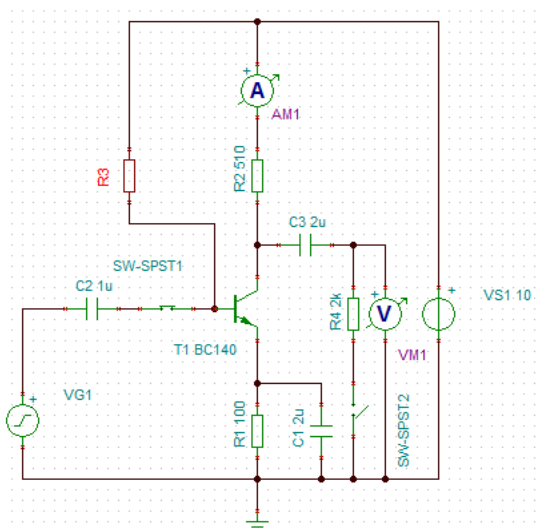

Рисунок 4.18 – Схема исследования транзисторного усилителя в режиме малого сигнала
11. Необходимо собрать схему (рисунок 4.18). Подключить источник переменного сигнала, замкнув ключ 1. Установить параметры генератора напряжения: Амплитуда генератора – DC уровень = 0, параметр *сигнал* установить *синусоидальный* с амплитудой 50 мВ и частотой 1 кГц.
14. В схеме (рисунок 4.18) с подключенной нагрузкой установить частоту сигнала 20 кГц. Амплитуду сигнала генератора V_{G1} сделать управляемым параметром и задать 10 значений от 10 до 100 мВ. В режиме *Анализ – Анализ переходных процессов* получить графики выходного сигнала на интервале 200...300 мкс (рисунок 4.21).